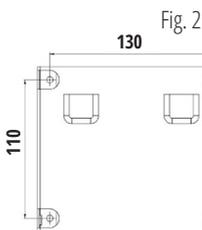

Fig. 2
PASO 1. TALADRADO. Taladre 4 agujeros de montaje con un diámetro de 6 mm y una profundidad de al menos 50 mm en la pared para instalar el soporte mural (Fig. 2).